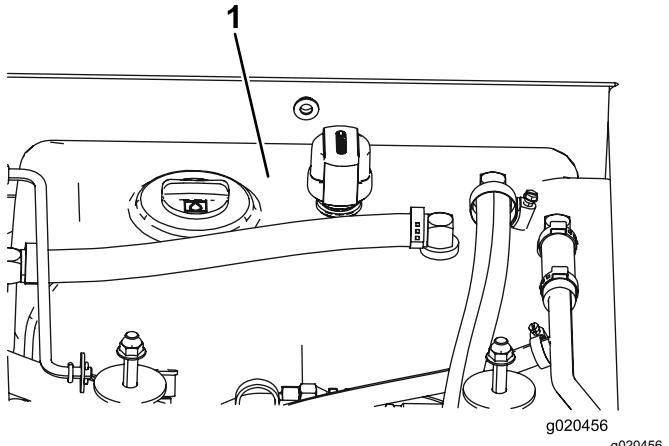

Figure 116
4. Remplissez le réservoir (Figure 116) de liquide hydraulique; voir Contrôle du niveau de liquide hydraulique \(page 83\).